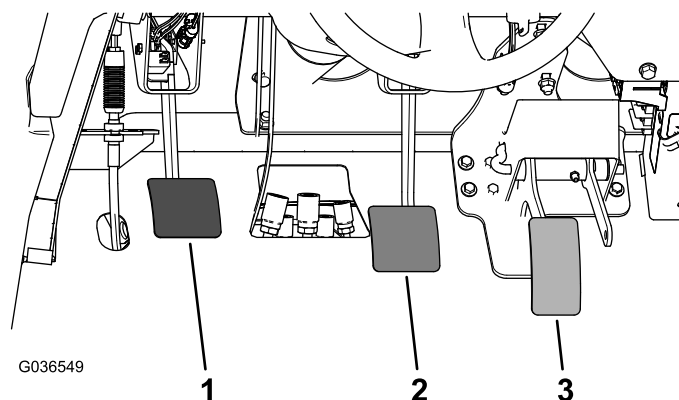

**Figura 61**
1. Retire el pasador de horquilla y la chaveta que fijan la horquilla del cilindro maestro al pivote del pedal de freno (Figura 61).